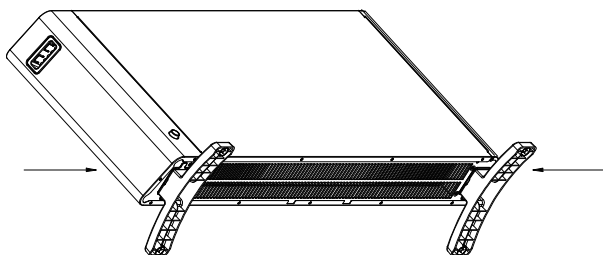

Fig.3
3. Fest de to baseføttene og skyv dem inn i midten til de er helt på plass. (Fig. 3)